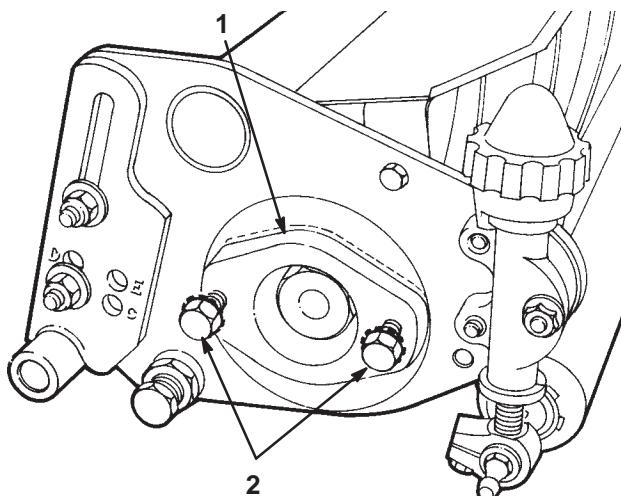

Figure 18
3. Retirez les boulons de fixation du logement des roulements aux deux extrémités du plateau de coupe (Fig. 18).